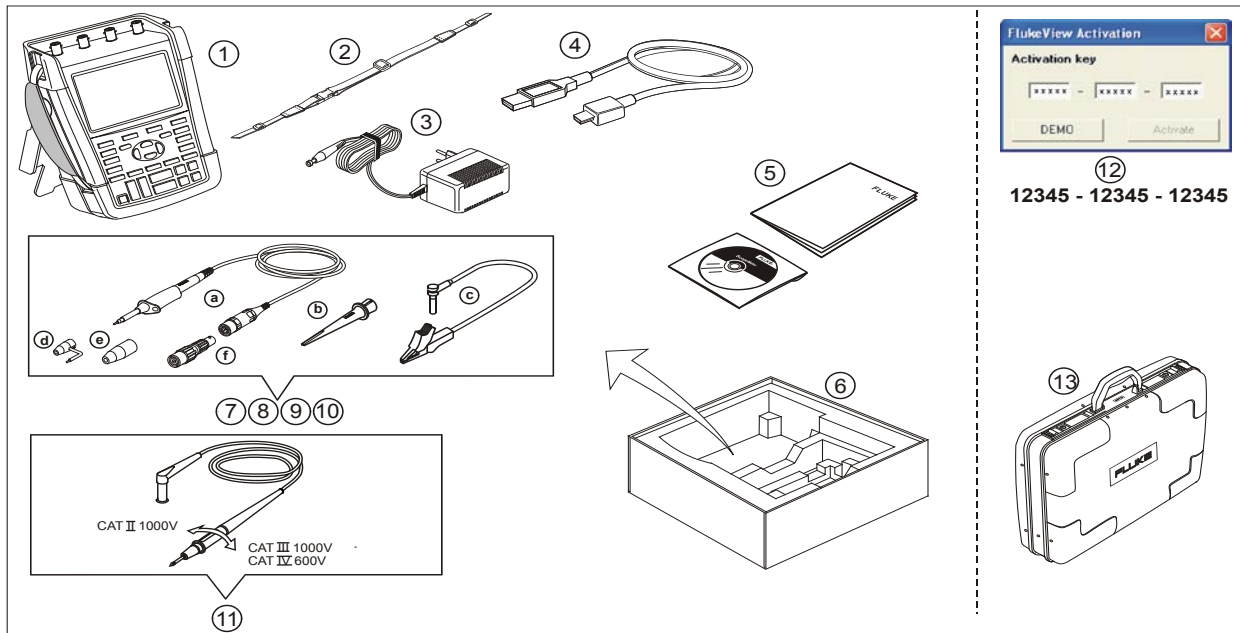

Figura 1 . Kit del instrumento de medida
3	Adaptador de potencia (según el país, puede ser distinto al que se muestra en la Figura 1.)
- No conecte el muelle de puesta a tierra (figura 1, elemento d) a tensiones pico superiores a 42 V (30 Vrms) respecto a la puesta a tierra.
- Al usar el cable de referencia a tierra, asegúrese de que la funda de aislamiento negra (Figura 1, elemento 10e) está sobre la punta de la sonda.